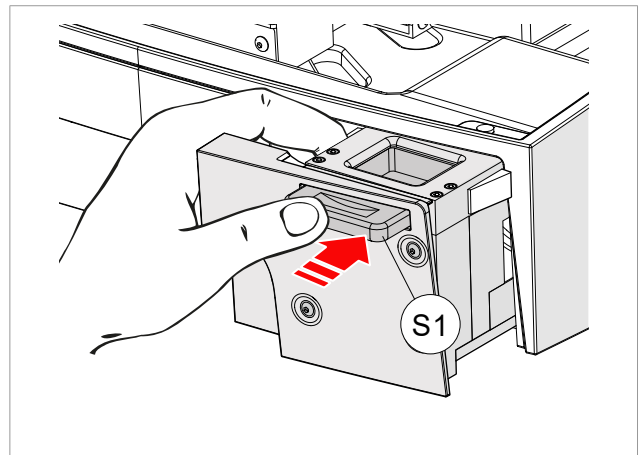

Bild 50
- 1) Die Schublade (S) vollständig herausziehen.
- 2) Mit einer Hand die Schublade festhalten und den Griff (S1) drücken (Bild 50).